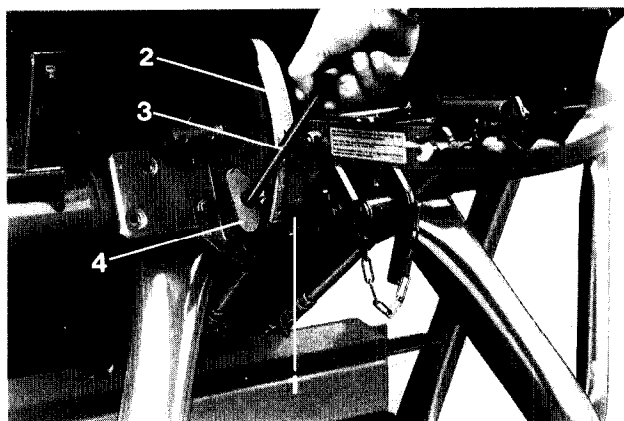

Fig. 3
- 2.2.68 Tijdens het strooien van Super Fosfaat, kalkmergel en **vochtige** korrelige **kunstmest** (na losse opslag), na elke keer leegstrooien de in de **trechterpunten** klevende **kunstmestring** met de bedieningsstangen (fig. 3/3) verwijderen. Bovendien de kunstmestverlenging aan de **strooischoepen** en **toevoervingers weg nemen**.
- 3.2.1 Instellen van de doseerhoeveelheid Het instellen van de doseerhoeveelheid vindt plaats door verstellen van de aanslag (fig. 3/1) over de cijferschaal (fig. 3/2). Hiertoe moet met behulp van een bedieningspen (fig. 3/3) de klembout (fig. 3/4) worden losgedraaid en de aanslag (fig. 3/1) op de positie worden gebracht overeenkomstig de strooitabel. Daarna de klembout (fig. 3/4) weer vast aandraaien.